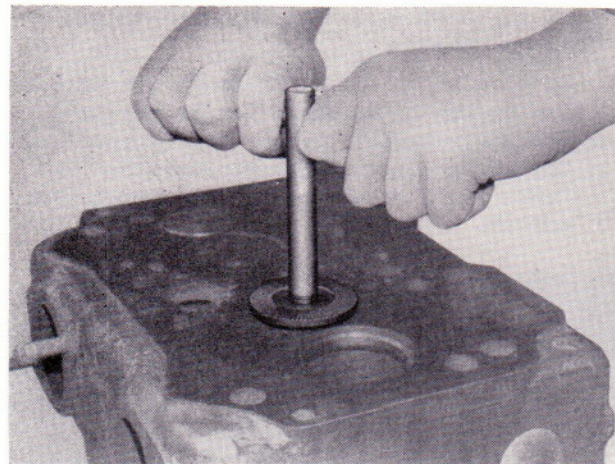

Bild 115
- Mit der Ventilsitzfräsvorrichtung 27 98306 006 den Ventilsitz des Ventilsitzringes nacharbeiten (Bild 115).